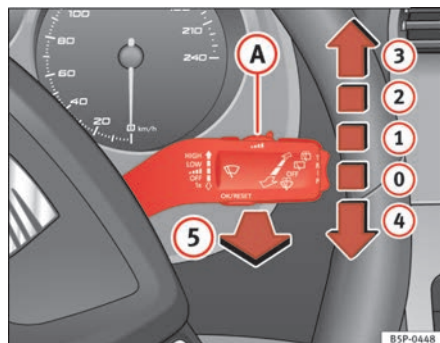

Abb. 81 Scheibenwischer- und Scheibenwascherhebel
Der Scheibenwischerhebel \Rightarrow Abb. 81 hat folgende Stellungen:
- Wenn bei eingeschalteter Wischerstufe **2** ⇒ Seite 126, Abb. 81 oder **3** das Fahrzeug anhält, wird automatisch auf die nächste Stufe heruntergeschaltet. Fährt das Fahrzeug wieder an, wird erneut auf die eingestellte Wischerstufe hochgeschaltet.